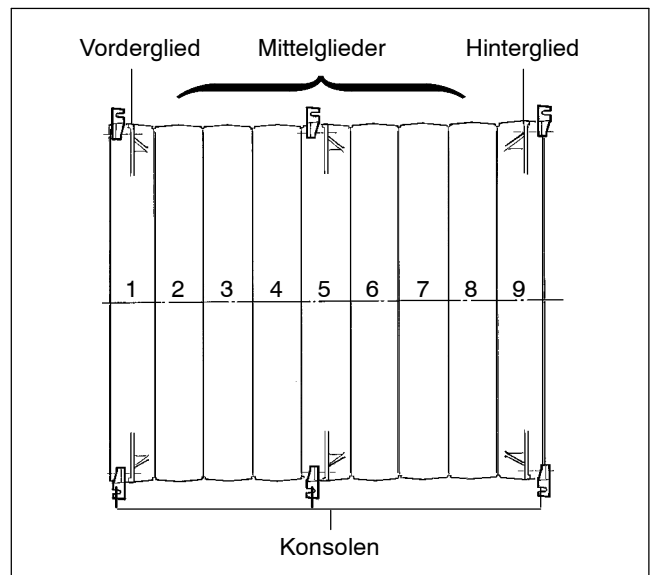
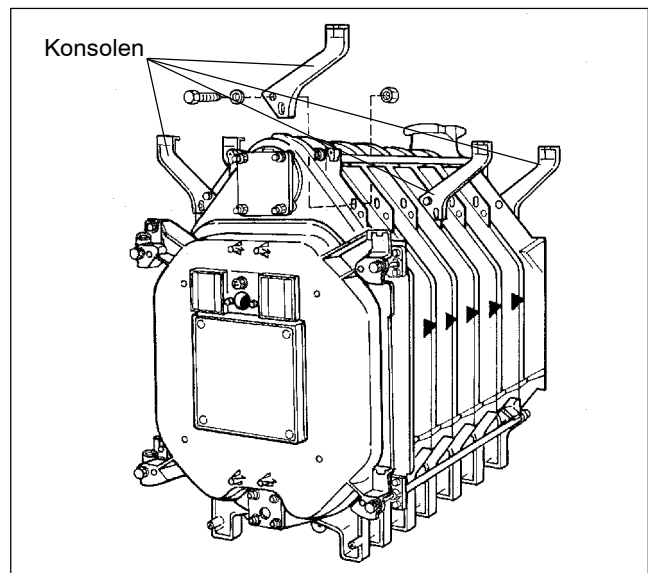

Abb. 27 Draufsicht; Kesselblock 9 Gld. mit Konsolen
Abb. 29
- Konsolen für den Kesselmantel nach der Tabelle 9.1. und den Abb. 27 u. Abb. 29 an den oberen Rippen der Kesselglieder, links und rechts lose anschrauben.